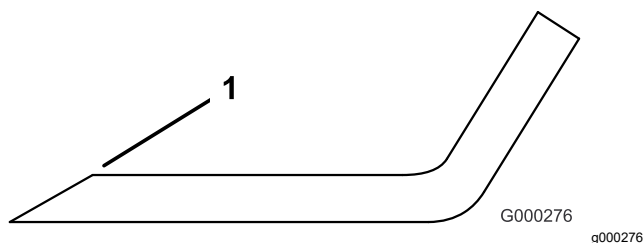

Figura 27
4. Esamine l'affilatura di tutte le lame e affilate se risultano smussate o scheggiate (Figura 27).
Nota: Affilate soltanto la parte superiore del tagliente e mantenete l'angolo di taglio originale per garantire l'affilatura (Figura 27). La lama resta bilanciata soltanto se viene rimossa una quantità uguale di metallo da entrambi i taglienti.